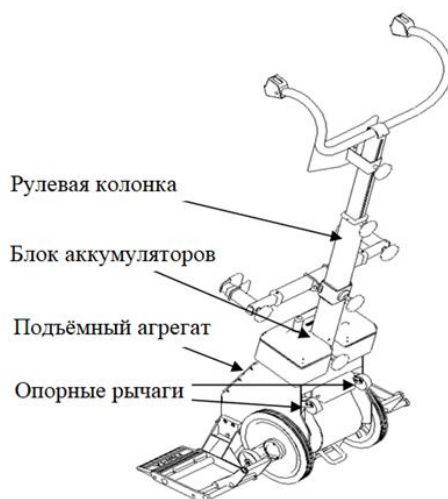
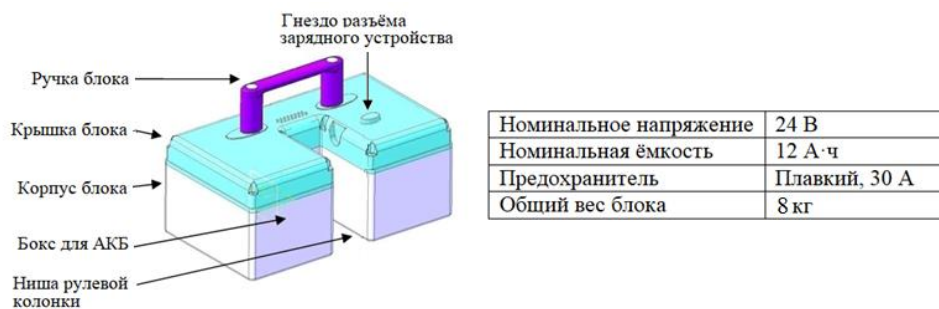

Рис.1. Подъёмник Пума-УНИ-130
Рис.4. Блок аккумуляторов
Подъёмник Пума-УНИ-130 (Рис.1) предоставляет возможность преодоления ступеней лестничных маршей практически на всех креслах-колясках без необходимости устройства специальных приспособлений. Боковые откидные опоры, предназначенные для размещения на них колёс кресел-колясок, и ручной фиксатор для крепления спинки кресла-коляски позволяют быстро установить и снять кресло-коляску.
Блок аккумуляторов подъёмника (Рис.4) выполняет функцию автономного обеспечения электропитанием систем управления и электродвигателя рабочего механизма и устанавливается на крышке подъёмного агрегата (Рис.1).
Данное руководство рассматривает сборку/разборку подъёмника (Рис.1) только как составных частей на функциональном уровне, с целью сборки для подготовки подъёмника к работе после его транспортировки, или с целью разборки для его транспортировки.
Сборка подъёмника заключается в установке блока аккумуляторов и рулевой колонки на корпус подъёмного агрегата (Рис.1, 2, 4).
- Включить переключатель «вверх/вниз» в положения «-» и «=», нажатием выключателей движения убедиться, что опорные рычаги (Рис.1) плавно вращаются в обоих направлениях, а вкладыши подъёмных рычагов находятся в удовлетворительном состоянии;